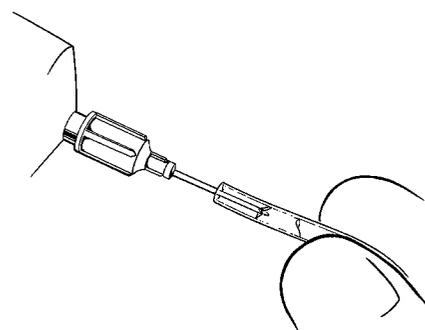

Figura 4-22. Irrigar a tubagem
3. Utilize uma agulha de ponta romba de calibre 22 para irrigar as extremidades da tubagem (**figura 4-22**) com soro fisiológico normal, de modo a retirar partículas e ar antes de efetuar a ligação.